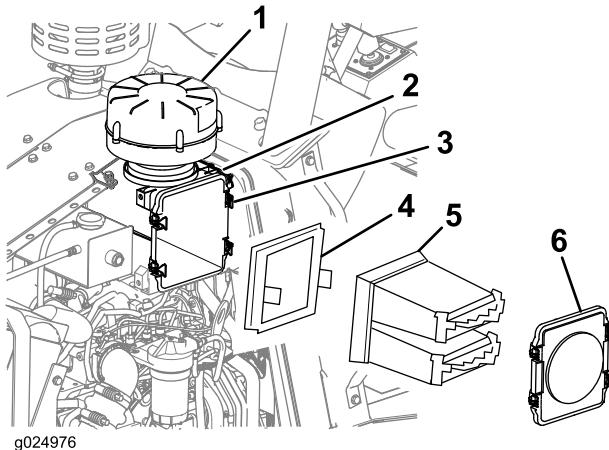

Figura 75
- Sbloccate i 4 fermi che fissano il coperchio del filtro dell'aria e rimuovete il coperchio (Figura 75).
3. Rimuovete gli elementi primari e secondari del filtro dell'aria dall'alloggiamento del filtro (Figura 75).
4. Utilizzate un panno umido pulito per pulire l'interno dell'alloggiamento del filtro (Figura 75).
10. Fissate il coperchio del filtro dell'aria sul relativo alloggiamento con i 4 fermi (Figura 75).